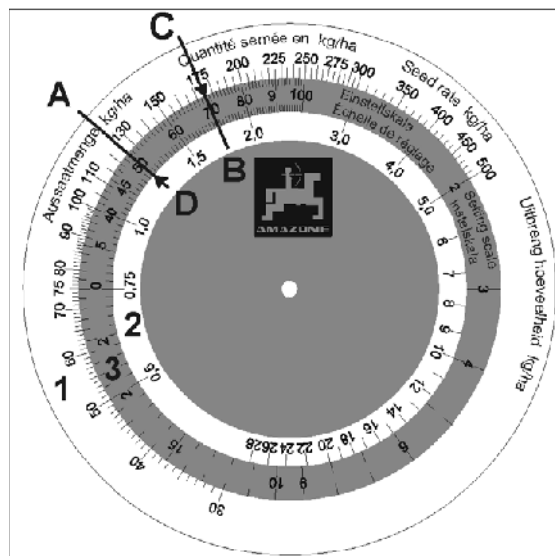

Fig. 84
Regneskiven består av tre skalaer: en ytre hvit skala (Fig. 84/1) for alle såmengder over 30 kg/ha og en indre hvit skala (Fig. 84/2) for alle såmengder under 30 kg/ha. På den midterste, fargede skalaen (Fig. 84/3) er girposisjonene angitt fra 1 til 100.
- Såmengden på 125 kg/ha (Fig. 84/A) og "girposisjon 50" (Fig. 84/B) stilles over hverandre på regneskiven.
- På regneskiven kan du nå lese av girposisjonen for ønsket såmengde på 175 kg/ha (Fig. 84/C). I vårt eksempel er dette "girposisjon 70" (Fig. 84/D).